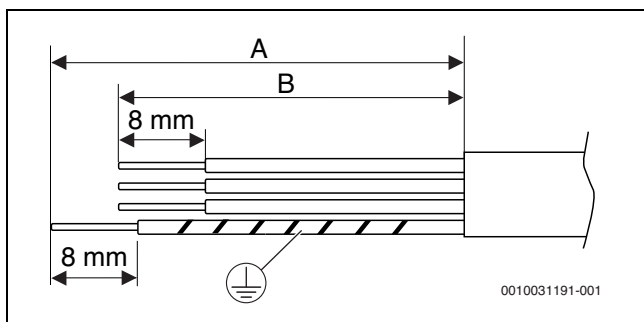

Bild 27 Anslutningskabel
- Använd en kopparkabel som anslutningskabel (tvärsnittsarea 1,5 mm²) se bild 27.